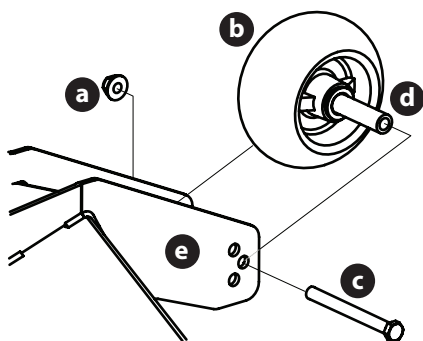

Figure 53
2. Retirez le contre-écrou (a) qui fixe l'une des roues de jauge avant (b) au plateau de coupe. Retirez la roue de jauge avant (b), la vis hexagonale (c) et l'entretoise (d) (Figure 53).
3. Insérez la vis hexagonale (c) dans l'un des trois trous de repérage du support de la roue de jauge avant (e) qui permettra à la roue de jauge avant (b) d'avoir un espace de 1/4-1/2 po avec le sol (Figure 53).
4. Prenez note du trou de repérage de la roue de jauge avant qui vient d'être ajustée (b), et ajustez l'autre roue de jauge avant (b) dans le trou de repérage correspondant de l'autre support de roue de jauge avant (e) (Figure 53).